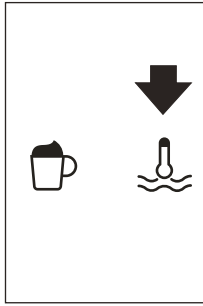

Fig. 27
- Pulse el icono ☪ (B13) (Fig. 27).